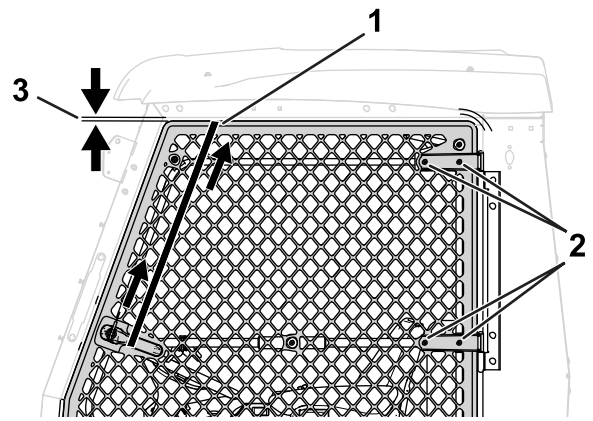

Bild 6
- Schließen Sie die Tür und halten Sie die Tür mit einem Spanngurt fest (Bild 6).
- Lösen Sie die vier Schrauben und vier Muttern am Türscharnier (Bild 6).
- Ziehen Sie am Spanngurt, um die Tür hochzuziehen (Bild 6).